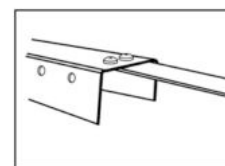

Abb. 9.
Beachten Sie, dass der Träger am unteren Profileil (4), Abb. 9., so angebracht werden muss, dass sich die Schraubenköpfe an der Profilerseite und die Muttern an der Profilunterseite befinden.